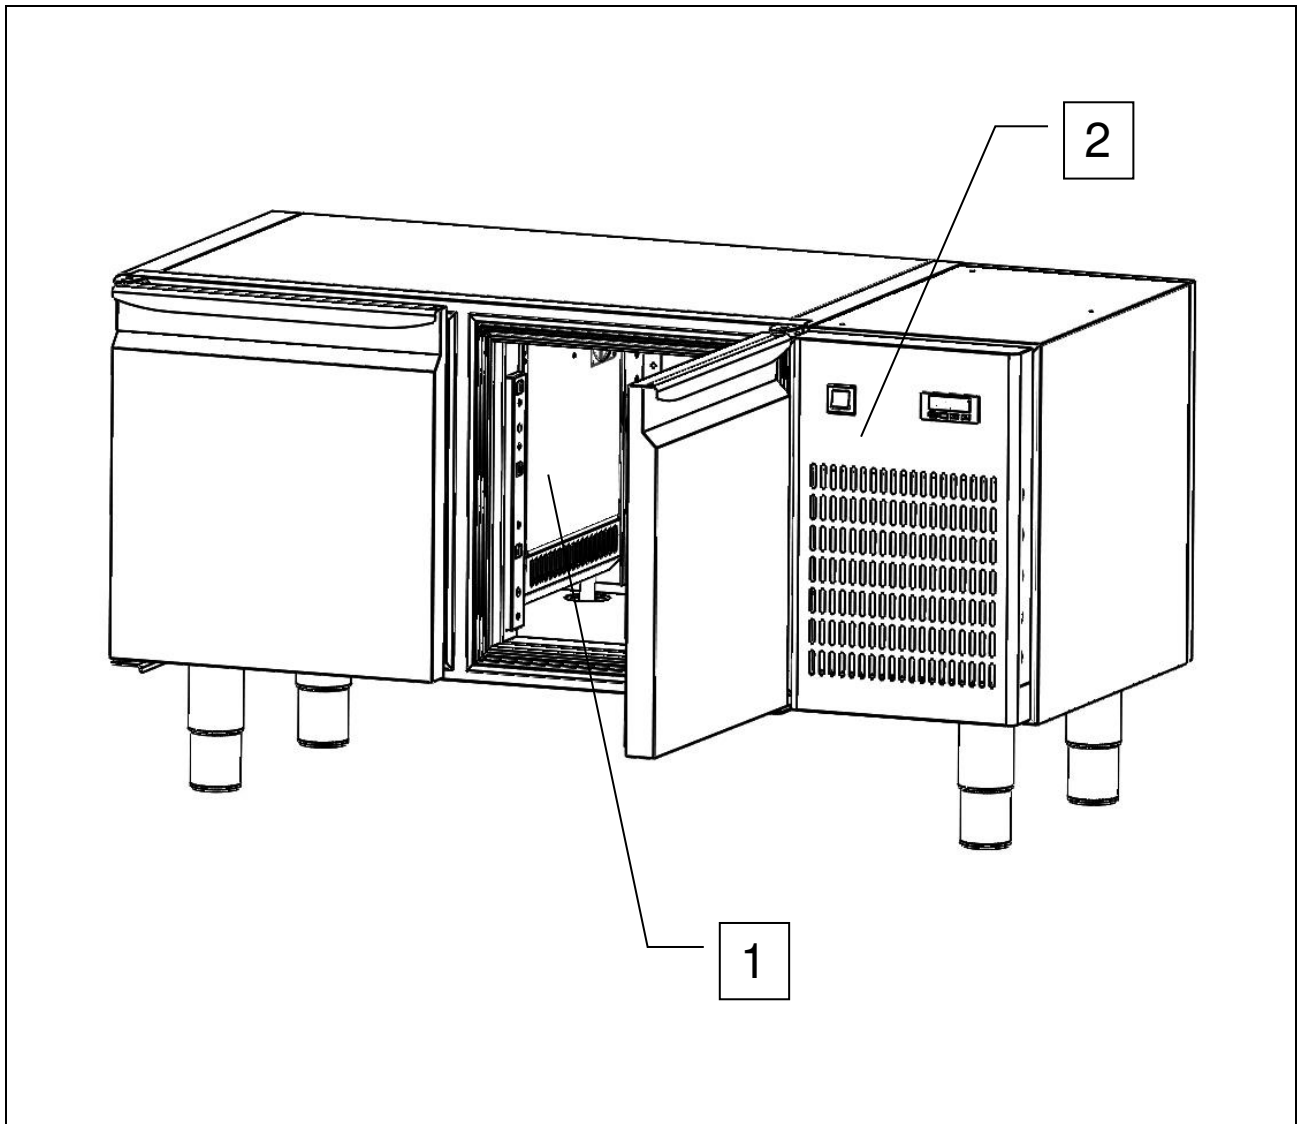

Abb. 5
- Innenwand Inox (TH) oder Aluminium (TG) zur Abdeckung des Verdampfers und der inneren Belüfter (Bez. 1, Abb. 5);
- Frontplatte zur Abdeckung des Ventilator-Kondensators (Bez. 2, Abb. 5).